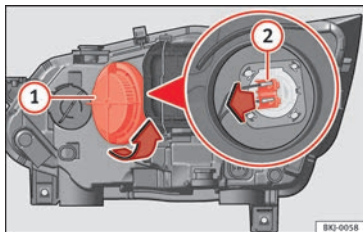

Fig. 110 En el vano motor: lámpara de luz de carretera.
- Gire la tapa **(1)** hacia la izquierda y sáquela **» fig. 110**.